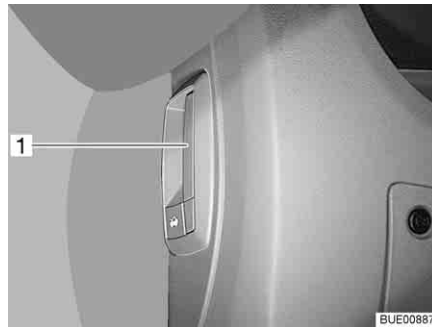

Bild 41 Entriegelungshebel Motorhaube (im Fahrzeug)
- Den Hebel (Bild 41,1) links unter oder seitlich neben dem Armaturenbrett ziehen.